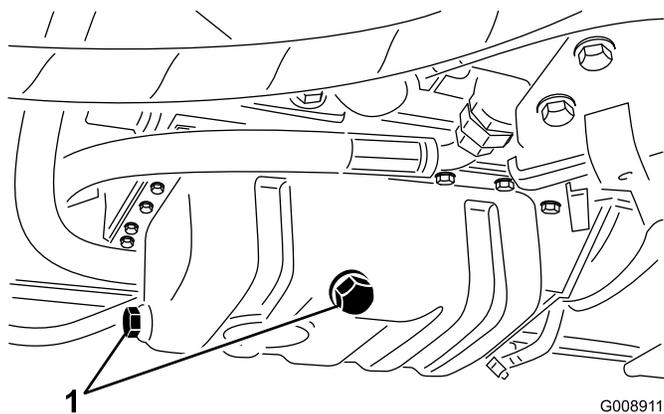

Figure 44
1. Enlevez un des bouchons de vidange (Figure 44) et laissez couler l'huile dans un bac de vidange. Remettez le bouchon quand la vidange est terminée.